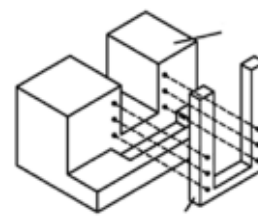

Рис. 2
- Приложите корпус к стене и выровняйте его по каналу для того, чтобы сделать отверстия в стене (Рис. 2).